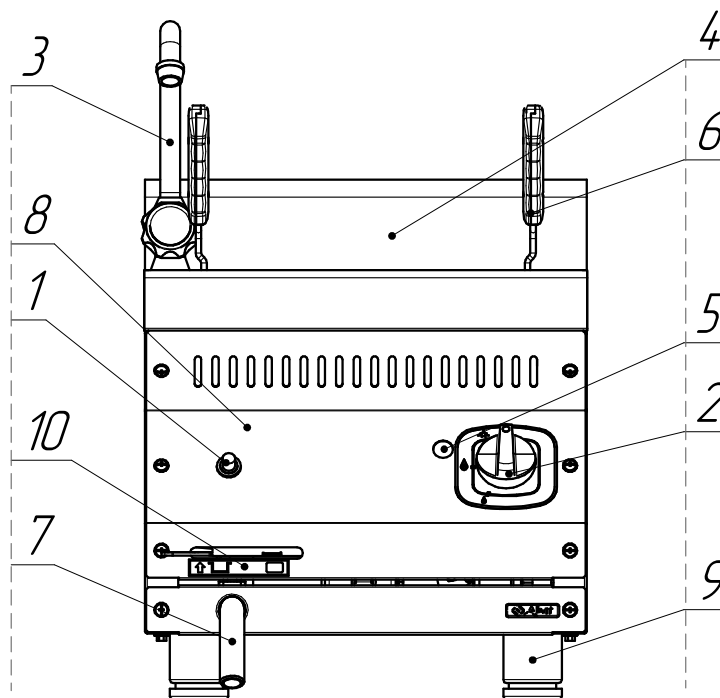
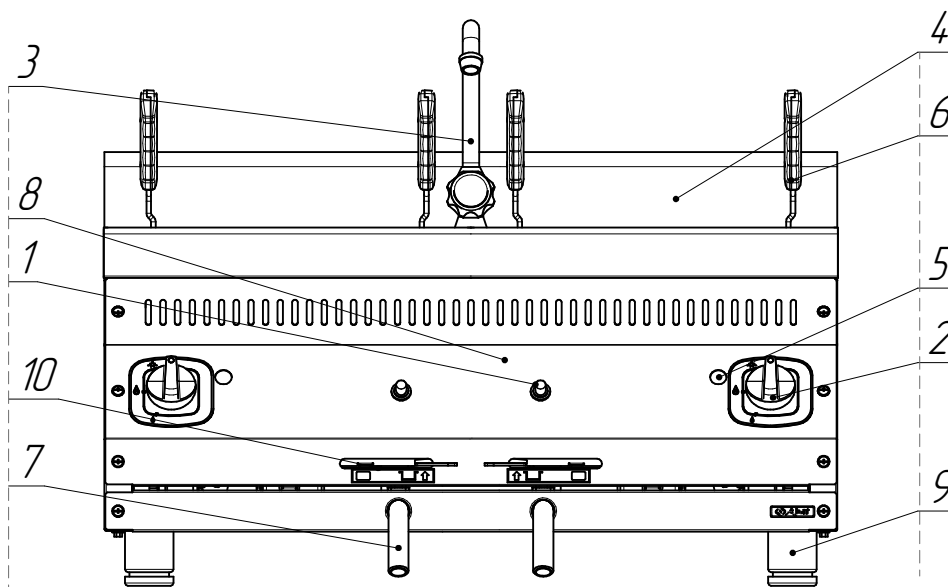
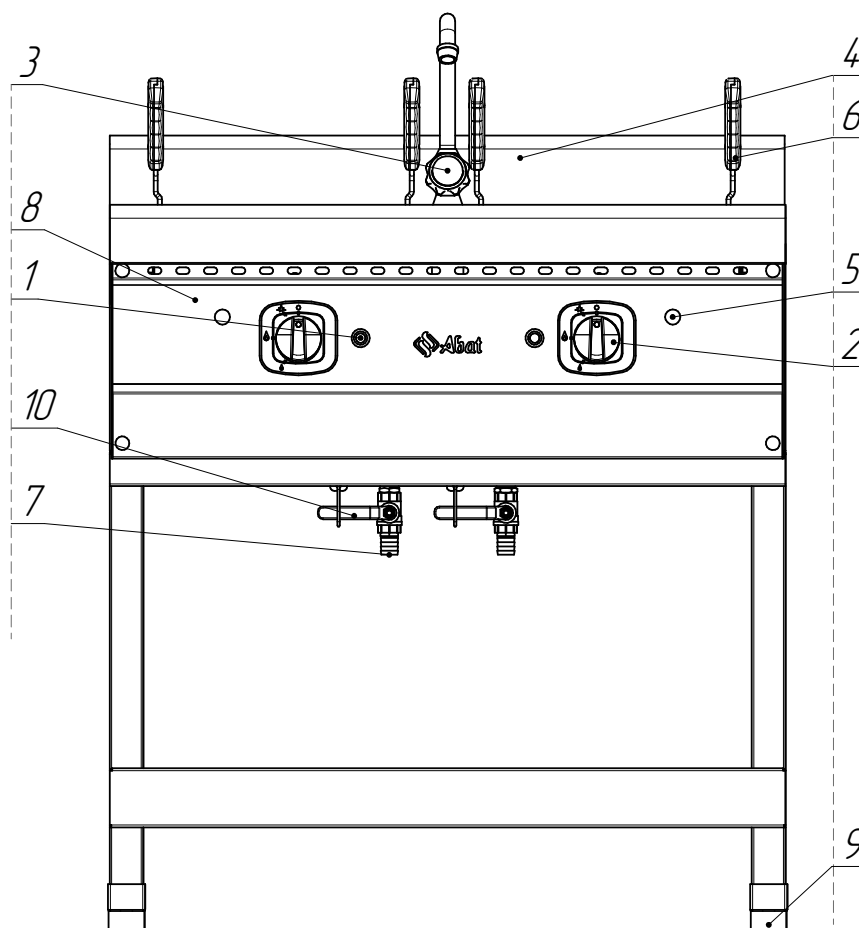

Рис. 1. Газоварка ГВК-40Н
Рис. 2. Газоварка ГВК-80/2Н
Рис. 3. Газоварка ГВК-90/2П
4.1 Устройство газовой варки показано на рис.1, рис.2 и рис.3.
Нажмите на ручку крана горелки и поверните ее против часовой стрелки, установив символ искры зажигания ★ напротив метки на панели управления (рис. 2а). Нажав до упора, одновременно произведите поджог газа при помощи пьезорозжига. Удерживайте ручку крана в течение не менее 15 секунд, после чего отпустите. После проведения вышеуказанных операций необходимо проконтролировать наличие горения газа, для чего необходимо посмотреть в смотровое окно 6 (рис.1), в котором можно наблюдать наличие пламени. Пламя должно быть устойчивым. Если пламя не горит, повторите операцию.
Для доступа к муфте необходимо снять лицевую панель 8 для ГВК-40Н и ГВК-80/2Н (см. рис. 1 и рис.2), предварительно отвернув крепежные винты и сняв ручку крана 2. На ГВК-90/2П муфта находится в задней части изделия рядом с точкой подключения газа. Вывинтить затяжной винт и подключить к ней гибкий шланг “U”-образного манометра;